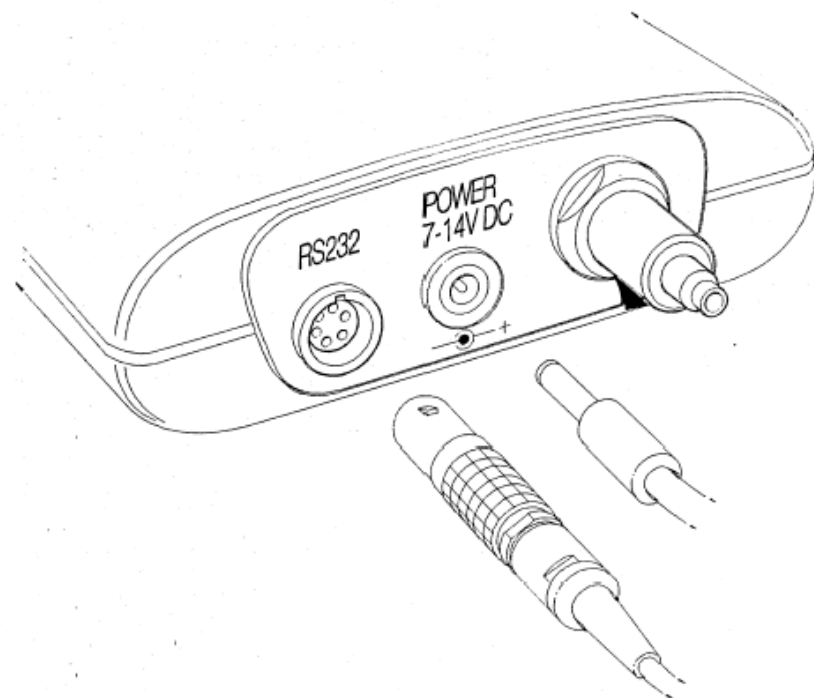

Abb. 2-2 Elektrische Anschlüsse
2.2 Elektrische Verbindungen (Abb.: 2-2 und 2-3)